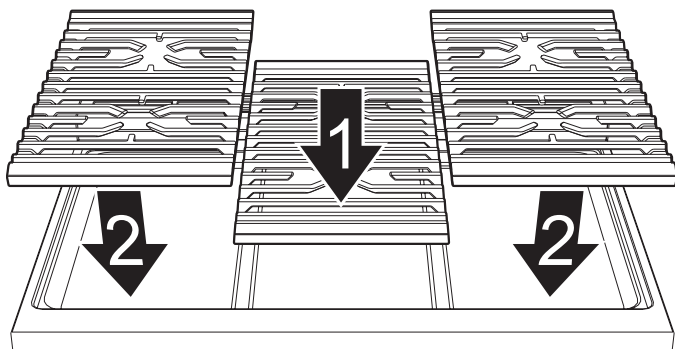

Figure 4: Installation des grilles
- Veiller à ce que les grilles soient bien en place sur la surface de cuisson avant d'allumer les brûleurs (Figure 4). Les grilles sont conçues pour reposer à l'intérieur de la zone en retrait de la table de cuisson.